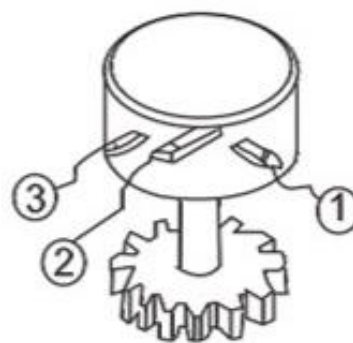

Рис.6
7.3. Настройка потенциометра (рис. 6)